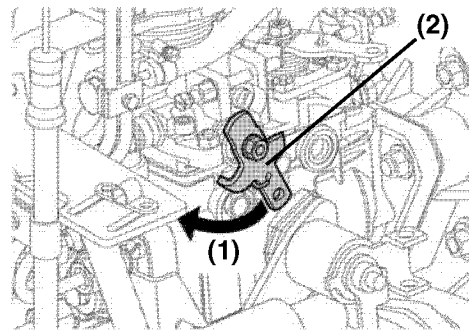

Figura 6
Se o motor não puder ser desligado pelo interruptor de travagem no painel, trave o motor movendo a alavanca de travagem **(Figura 6, (2))** manualmente para a esquerda **(Figura 6, (1))**. A alavanca está anexada à bomba de injeção de combustível.